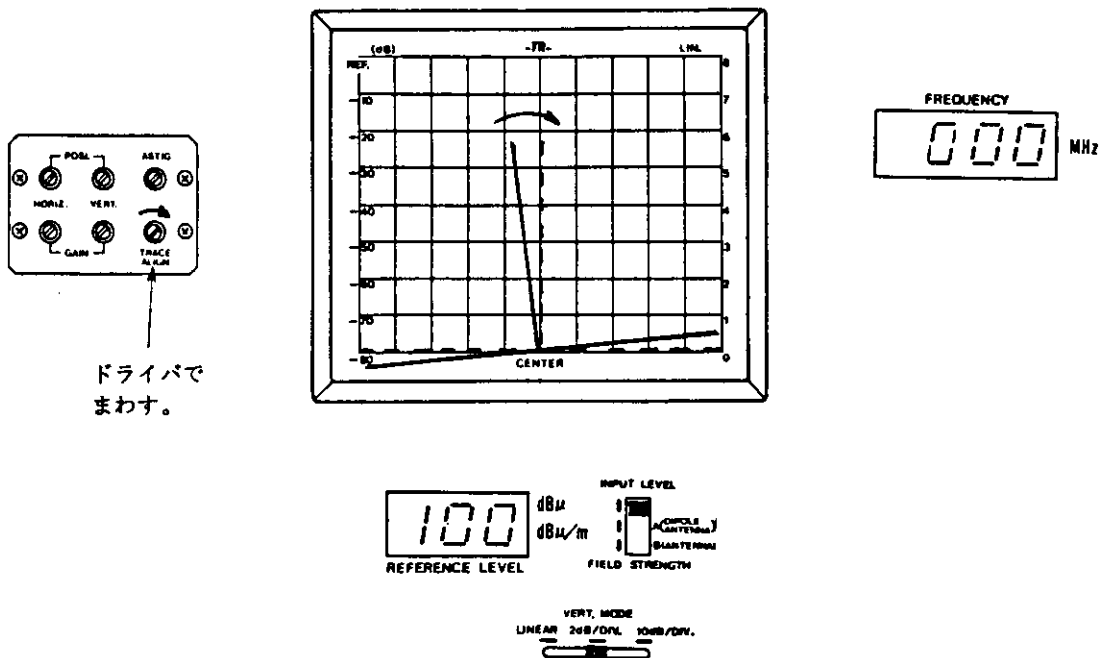

図3-6 輝線傾きの調整
- ⑦ **TUNING**つまみをまわして、**FREQUENCY**表示を“000”に設定します。
- ⑧ **VERT. MODE**スイッチを**2dB/DIV.**に設定します。
- ⑨ このとき、CRTディスプレイの横軸目盛に対して輝線が傾いているときは、**TRACE ALIGN**のボリュームをまわして調整します。(図3-6参照)
- ⑩ 次に、**VERT. MODE**スイッチを**10dB/DIV.**に設定します。
- ⑪ **START/CENTER**スイッチを**START**に設定し、ゼロ周波数スペクトラムがCRTディスプレイの左端に位置することを確認します。